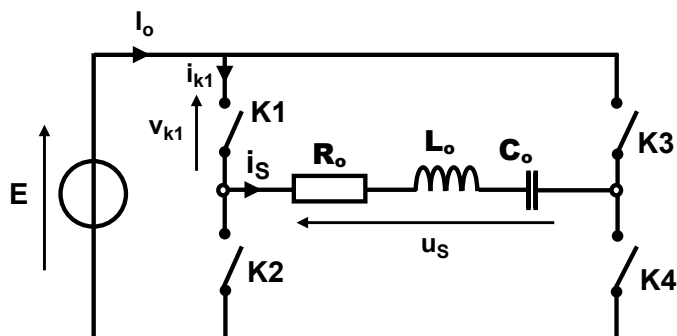

Figure 2: Onduleur monophasé alimentant une charge RLC
- **Question 1 :** À partir de la **figure 2**, déterminer l'expression de l'impédance du circuit  $Z_1$  en fonction de  $R_o$ ,  $L_o$  et  $C_o$ , puis **déduire la valeur du condensateur  $C_o$**  permettant d'accorder le circuit à la résonance pour la fréquence  $f_0$